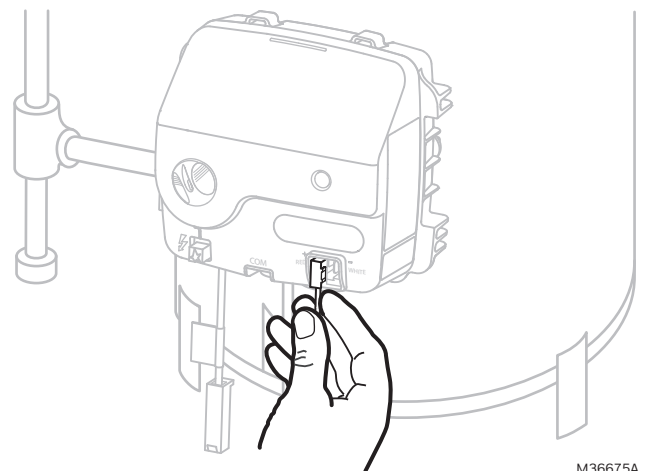

Fig. 2. Retire los conectores de la termopila.
1. Coloque la perilla en posición apagado. Quite los conectores de la termopila del controlador del calentador de agua Resideo. Consultar la Fig. 2.